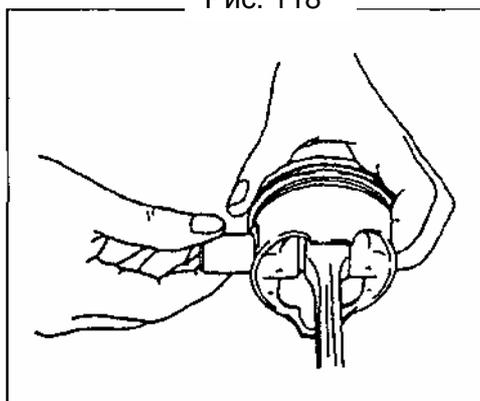

Рис. 119
- 2) Снимите палец поршня с шатуна (Рис. 119).